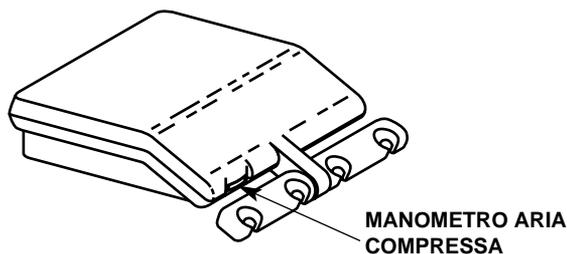

Figura 4. Manometro aria compressa
Il manometro aria compressa (vedere la Figura 4) indica, in psi e kg/cmq, la pressione dell'aria compressa nel manipolo in funzione.
2. Individuare il manometro aria compressa sulla parte anteriore del controllo principale (vedere la Figura 4 a pagina 4).